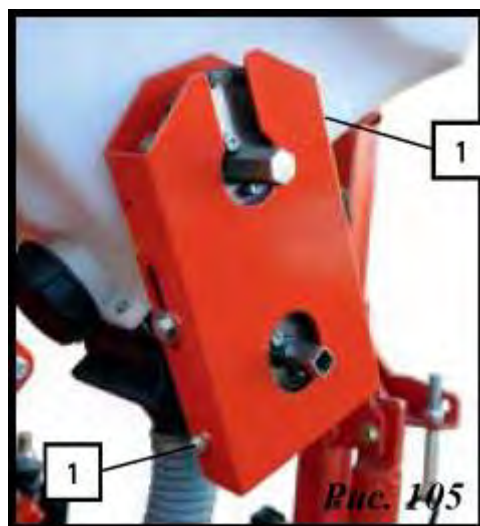

Рис. 105
- 1 - Достать крепежные болты из крышки (1, рис. 105).
- 7 - Установить крышку и закрепить болтами (1, рис. 105).